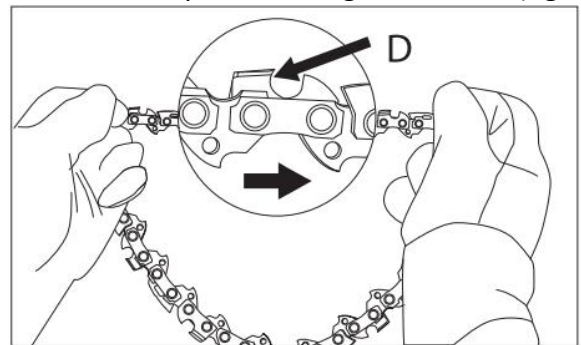

Fig.7
5. Étendez la chaîne en cercle avec les tranchants (D) alignés avec les repères sur le guide-chaîne (fig. 7).